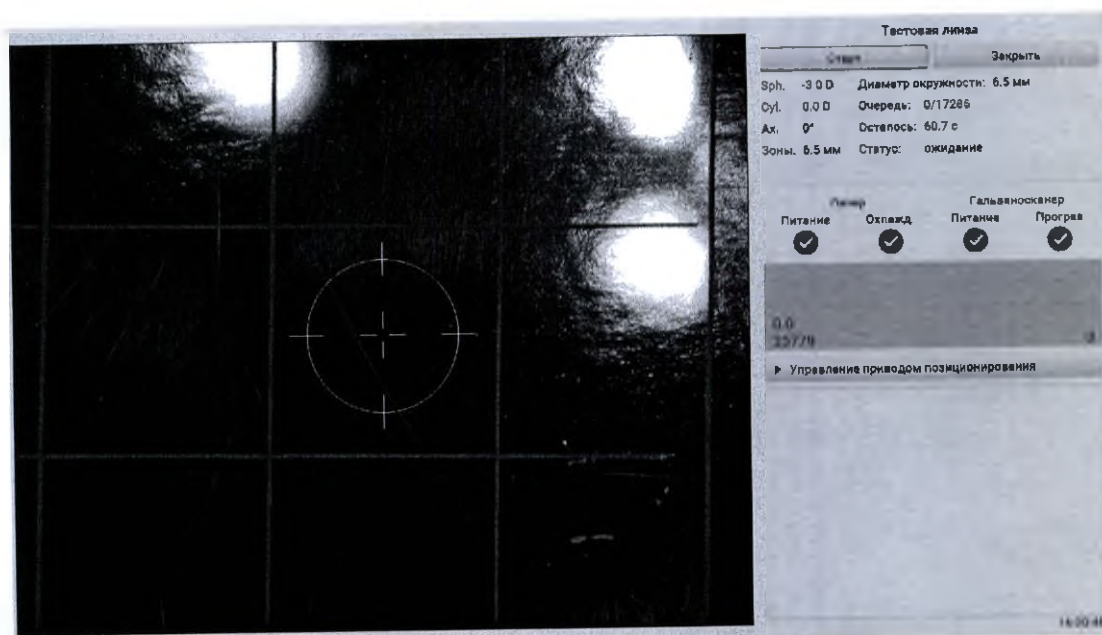

Рис. 8.3: Окно абляции тестовой линзы (начало)
5. Дождитесь окончания расчёта абляции и нажмите кнопку *Абляция*. Появится окно абляции тестовой линзы (рис. 8.3).